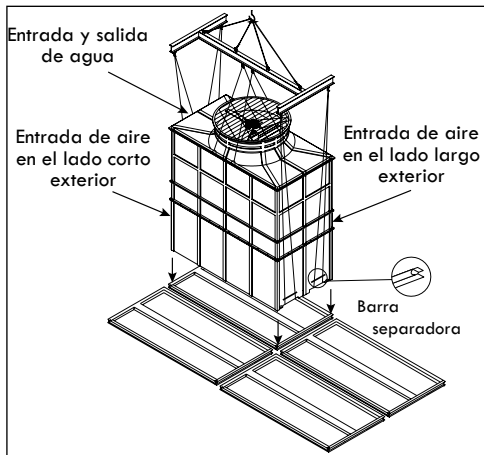

Figura A-103: Orientación -X; Levantamiento e instalación del primer módulo T2 (Modelos RTGM y RTGMTC)
- B. Asegúrese de que la entrada y salida de agua están del lado exterior y los lados sin entradas de aire se encuentran hacia el lado interior. Atornille con la tornillería de acero inoxidable (NO suministrada por REYMSA, ver Figura A-103).